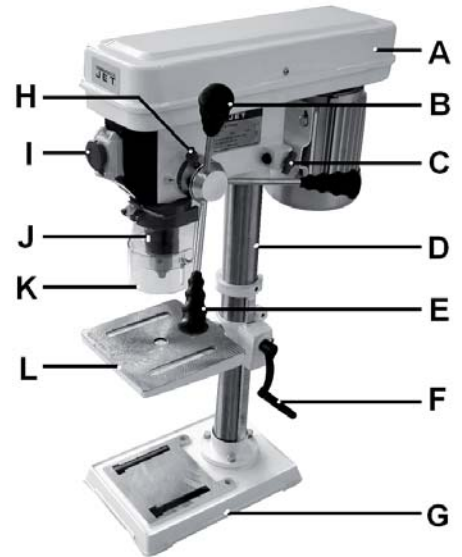

Рис. 1
- Встановіть стійку (D, Рисунок 1) на цоколь верстата (G).
- Надягніть патрон (J, Рисунок 1) на конус шпинделя.